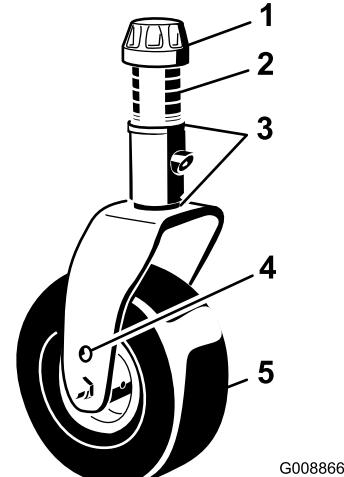
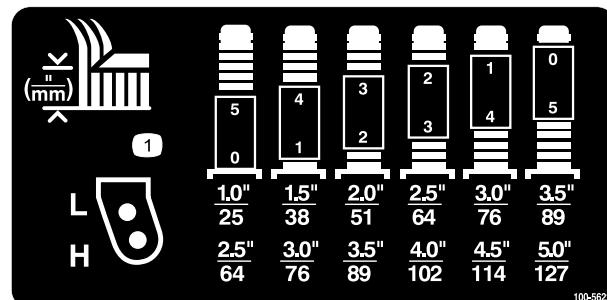
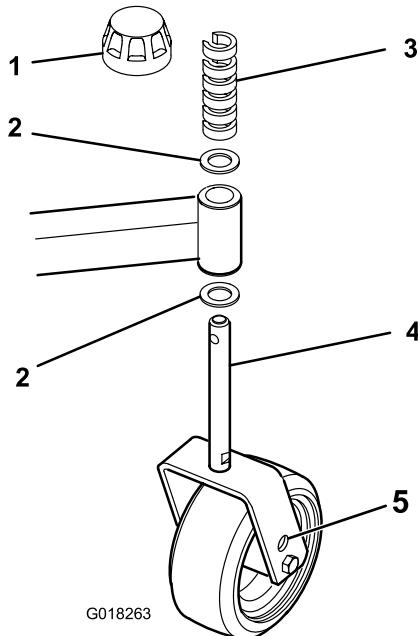

Figura 7
Figura 8
Figura 9
2. Posizionate gli assali delle ruote orientabili negli stessi fori di tutte le forcelle. Fate riferimento a Figura 7, Figura 8 e Figura 9 per determinare i fori adeguati all'impostazione voluta.
1. Togliete il cappuccio di tensione dall'asse del perno (Figura 7) ed estraete il perno dal braccio della ruota
Fate riferimento a Figura 8 per determinare le combinazioni di distanziali necessari per l'impostazione voluta.
1. Rimuovete il cappuccio di tensione dall'asse del fusello (Figura 9).